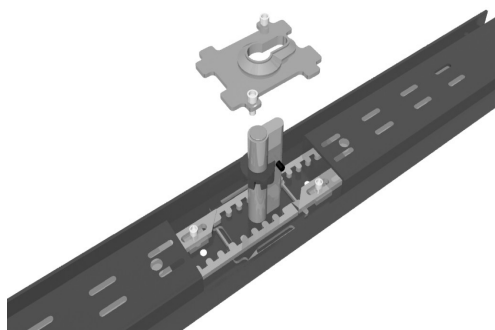

Abb. 8
1. Bei eingeschlossenen Riegeln Abdeckkappe des Getriebegehäuses demontieren. Innensechskantschrauben lösen und Getriebeabdeckung abziehen (Abb. 8).
2. Profilzylinder herausziehen (Abb. 8).